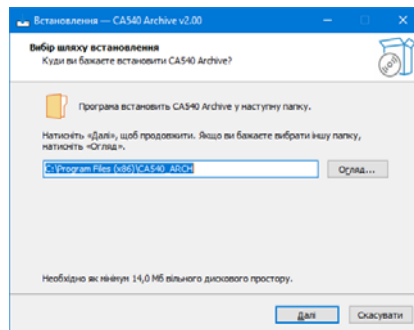

Рисунок 8.12
1) Включити ПК і почати встановлення програми "CA540 Archive", для чого з папки "CA540_PC", яка розташована на інсталяційному диску, що входить до комплекту поставки, запустити виконуваний файл setup_CA540_ARCH_xxx.exe (xxx – версія програми). На екрані з'явиться вікно майстра встановлення CA540 PC (рисунок 8.12).
2) Визначити місце розташування ПЗ, для чого у вікні (рисунок 8.12) слід або погодитись з запропонованою папкою C:\Program Files\Компаратор CA540_PC, або вибрати інший варіант, клацнувши по кнопці **Огляд...**. Для продовження виконання встановлення програми клацнути по кнопці **Далі**.